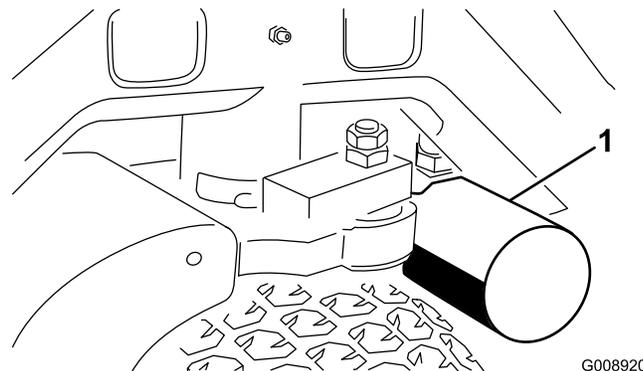
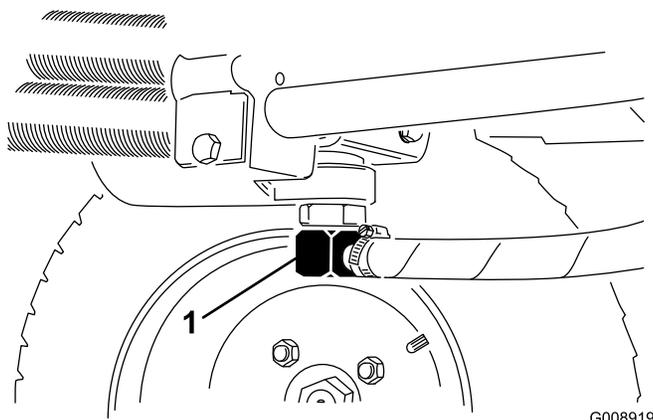

Figura 55
Figura 56
3. Pulite la superficie circostante il filtro. Collocate una bacinella di spurgo sotto il filtro (Figura 55), e togliete il filtro.
2. Scollegate il tubo idraulico (Figura 56) o togliete il filtro idraulico (Figura 55) e lasciate defluire il fluido idraulico in una bacinella. Quando il fluido idraulico cessa di defluire, montate il tubo idraulico.